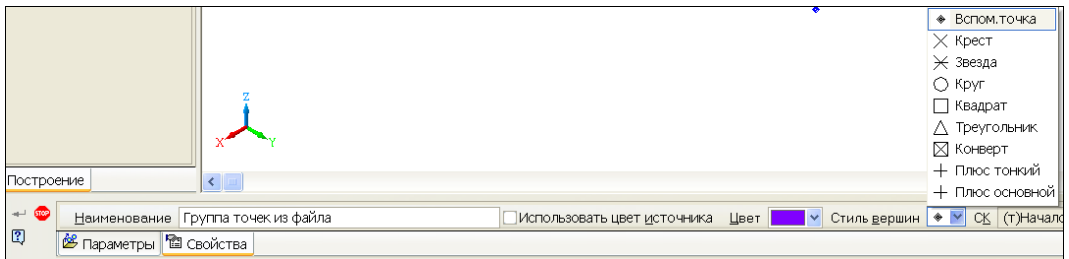

Рис. 30.2. Панель свойств: Группа точек по кривой на вкладке **Свойства**
- ♦ откройте вкладку **Свойства** (рис. 30.2). На этой вкладке вы можете задать цвет точек в окне **Цвет** и стиль точек из раскрывающегося списка окна **Стиль вершин**;